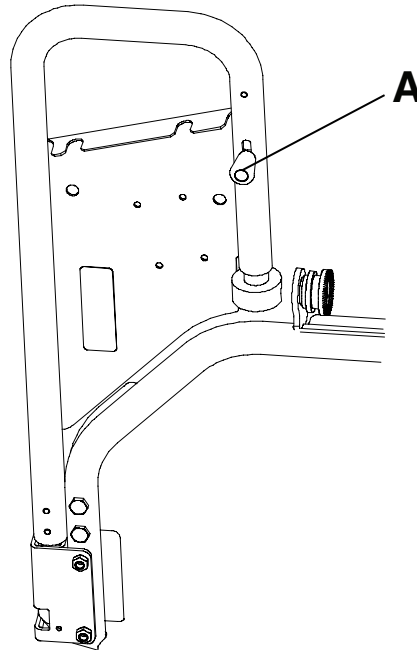

Abbildung 7 – Position des roten Knopfs
2. Zum Entfernen der Verlängerung von der Liegefläche den roten Knopf (A) unter der Verlängerung zu sich hinziehen (Abbildung 7). Die Verlängerung nach unten drehen und gerade aus der Öffnung herausziehen.